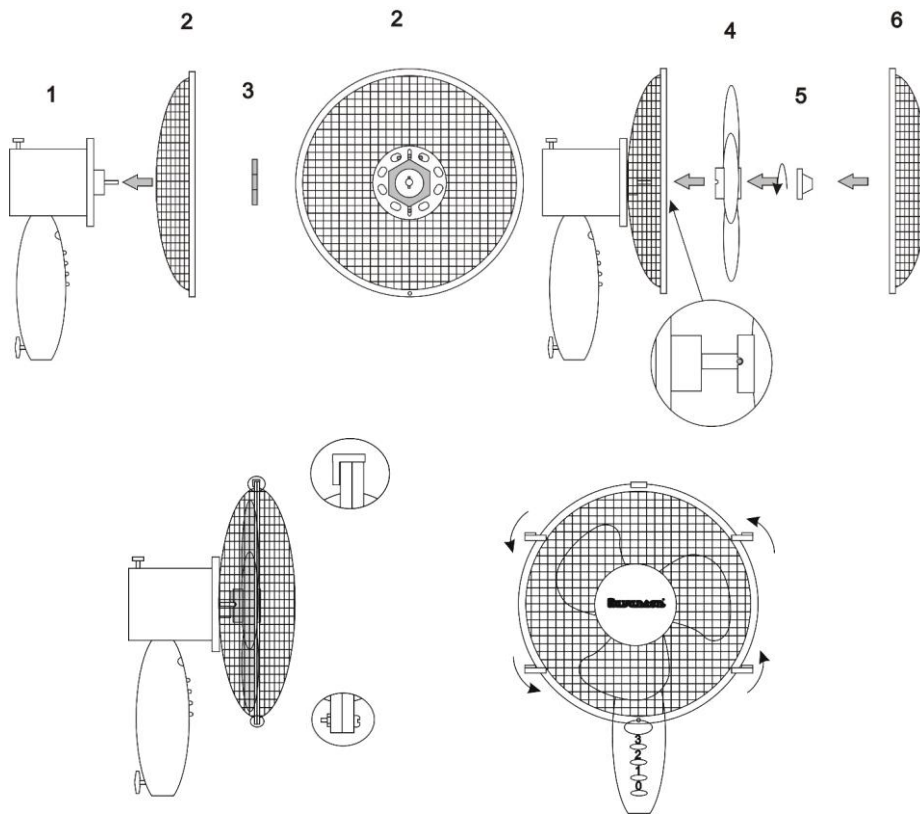

Рис. 2
2. Смонтировать вентилятор согласно Рис. 2